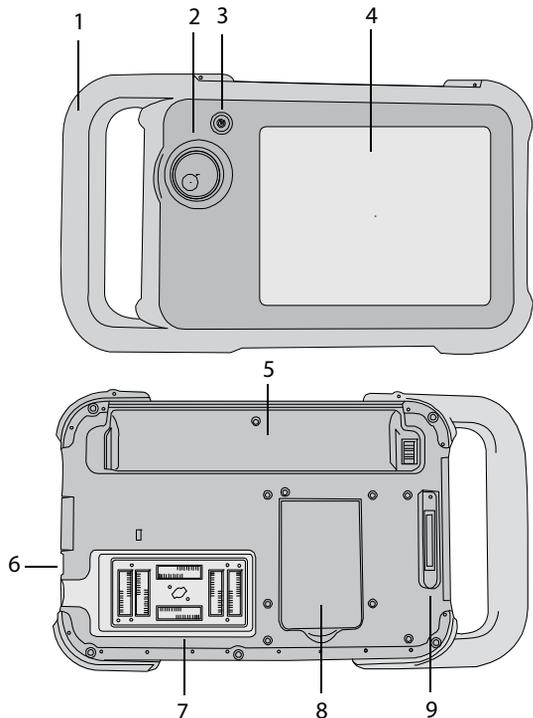

Figura 1 Parte anteriore (superiore) e posteriore del sistema (inferiore)
Il retro del sistema è dotato di un alloggiamento della batteria, di un comparto del trasduttore e di un connettore per la stazione NanoMaxx™. Sul lato sono disponibili due porte USB (consultare Figura 1 a pagina 1).
La stazione è dotata di porte per l'alimentazione, il cavo della stampante e altro. Si fissa al retro del sistema (consultare Figura 1 a pagina 1). Ogni porta presenta un simbolo che ne descrive l'utilizzo.
- ❖ Inserire la stazione nel connettore sul retro del sistema (consultare Figura 1 a pagina 1).
- Collegare il cavo di alimentazione CC dall'alimentatore alla relativa porta sulla stazione. Consultare Figura 1 a pagina 1.
Per evitare il rischio di scosse elettriche, non toccare il connettore del trasduttore (che si trova nel comparto del trasduttore) sul sistema quando il trasduttore non è collegato. Consultare Figura 1 a pagina 1.
- ❖ Inserire il dispositivo di archiviazione USB in una qualsiasi porta USB del sistema. Consultare Figura 1 a pagina 1. Il dispositivo di archiviazione USB è pronto quando appare l'icona USB. Per ulteriori informazioni sul dispositivo, consultare la sezione "Impostazione dispositivi USB" a pagina 17.